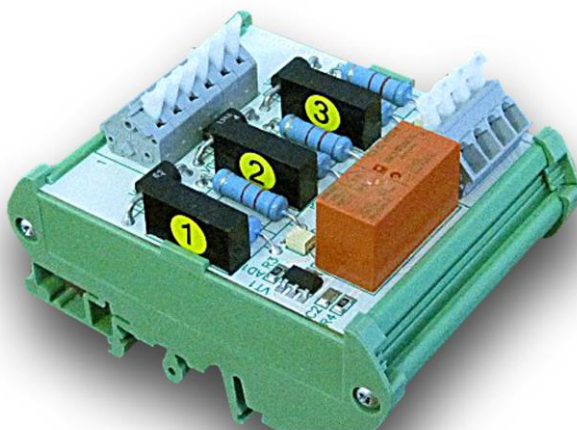

Рис. 4. Реле контроля соленоидов РКС
- Реле контроля соленоидов РКС (АВМР.423141.001) – предназначено для контроля целостности цепи соленоидов высоковольтного выключателя, имеет три канала: для контроля соленоида включения и двух соленоидов отключения. Внешний вид РКС показан на рис. 4.